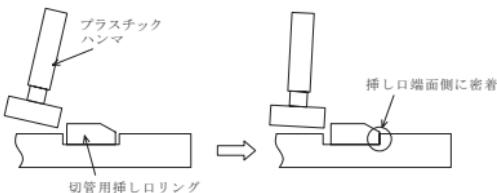

図 49 プラスチックハンマによる密着方法
- (3) 切管用挿し口リングを切管用挿し口リング絞り器具により絞った状態で、傷つかないようにプラスチックハンマなどを使って図49に示すように溝部の挿し口端面側に密着させる。